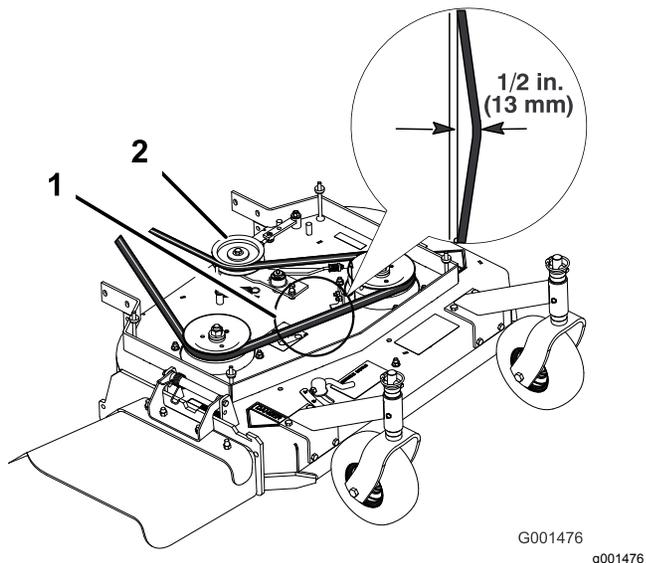

Figura 44
Nota: La tensión correcta de la correa del cortacésped es de 44-67 N·m (10-15 pies-libra) con la correa desviada 13 mm (1/2") en el punto intermedio entre las poleas (Figura 44).
3. Afloje la contratuerca del tensor (Figura 44).
4. Gire el tensor hacia la parte trasera del cortacésped para aumentar la tensión de la correa. Gire el tensor hacia la parte delantera del cortacésped para reducir la tensión de la correa (Figura 44).